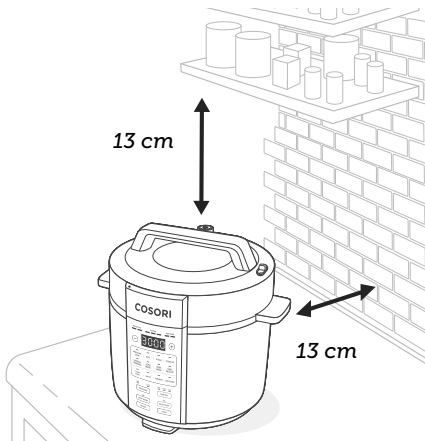

Abbildung 2.1
**Hinweis:** Über dem Schnellkochtopf muss ich immer ein Freiraum von 13 cm befinden. **[Abbildung 2.1]**